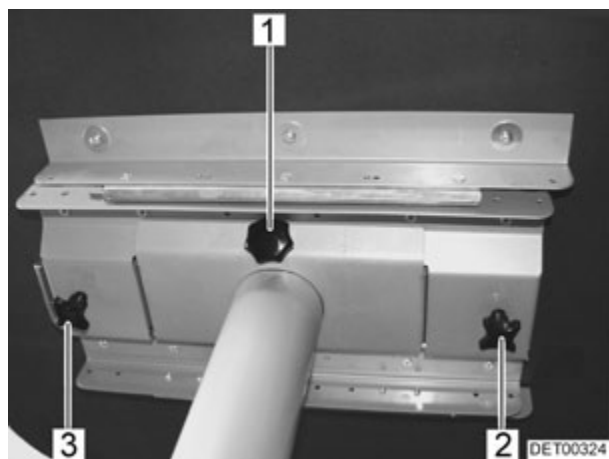

Fig. 65 Mesa fija
- Soltar los tornillos de fijación (Fig. 65,2 y 3).
- Desenroscar el tornillo de fijación (Fig. 65,1) completamente.